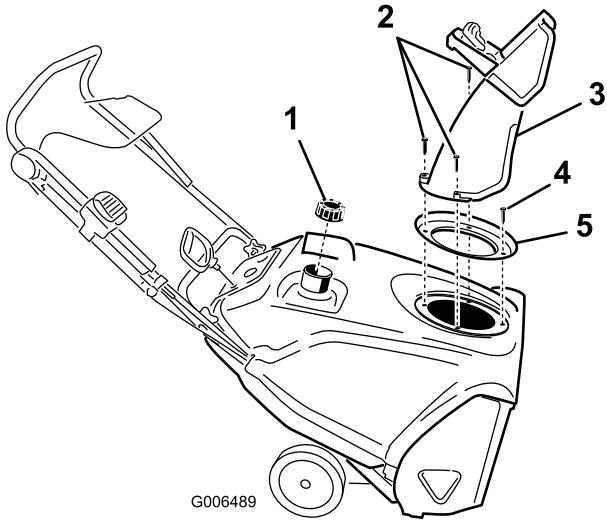

Figure 34
3. Enlevez les 3 grandes et la petite vis pour pouvoir déposer la goulotte, sa poignée et son joint (Figure 34).